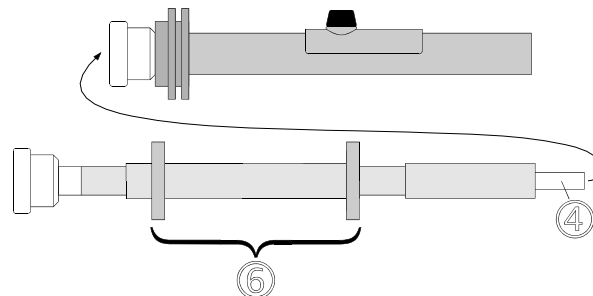

Fig. 4.3.a
Las varillas prolongadoras se unen **entre sí** enroscándolas sin tubo de sujeción (② y ③ en fig. 4.3.b). Sólo las varillas prolongadoras ② unidas al mango ① deben contar con un tubo de sujeción ④. Los tubos de sujeción sólo están enroscados a las varillas prolongadoras y pueden cambiarse fácilmente.